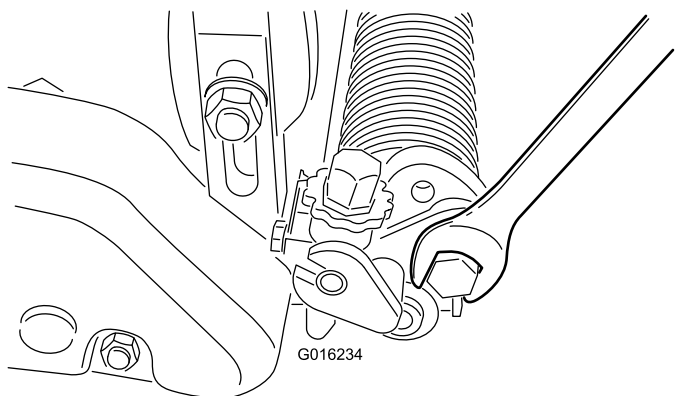

図 23
- A. 左右のグルーマアームのボルトをゆるめる 図 23。